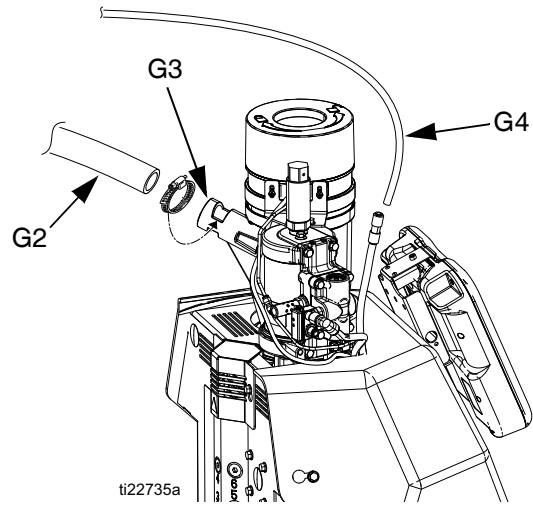

ABB. 8
4. Den durchsichtigen Schlauch für die Vakuumübertragung (G2) mit 33 mm (1,3") AD im Einlasstrichter für die Vakuumübertragung (G3) einführen und mit der mitgelieferten Schlauchklemme sichern. Die Schlauchklemme sollte über den Aussparungen im Trichtereinlass platziert werden, sodass sie den Übertragungsschlauch sicher hält. Siehe ABB. 8.
5. Mitgelieferte lange Luftleitung (G4) von 3/8" AD mit 3/8"-Steck-Fitting der System-Luftleitung verbinden. Siehe ABB. 8.